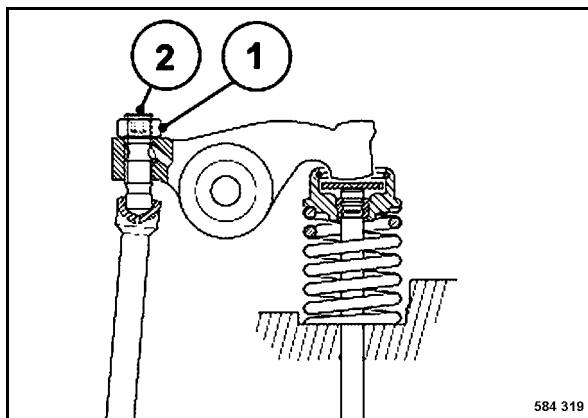

Fig. 143
- Soltar la contratuerca 1 (Fig. 143).
- Sostener el disco goniométrico para que no se puede mover y apretar la contratuerca 1 (Fig. 143).